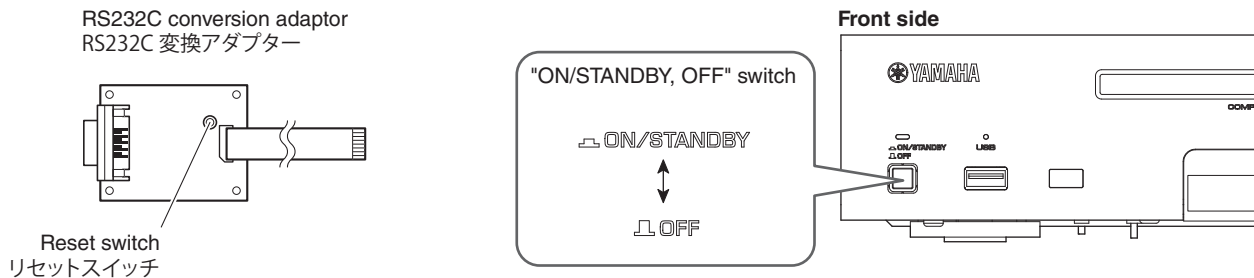

Fig. 4
2. While pressing the reset switch of RS232C conversion adaptor, press the "ON/STANDBY, OFF" switch of this unit to turn on the power. (Fig. 4)
2. RS232C 変換アダプターのリセットスイッチを押しながら、本機の "ON/STANDBY, OFF" スイッチを押してオンにします。(Fig. 4)